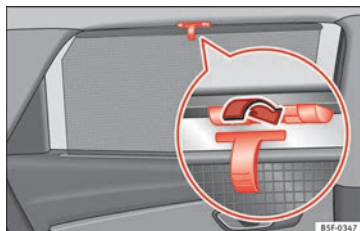

Bild 143 Bakfönster: soljalusi.
- Dra ut skyddet och haka fast det i krokarna högst upp i mitten på dörrens ram » bild 143.